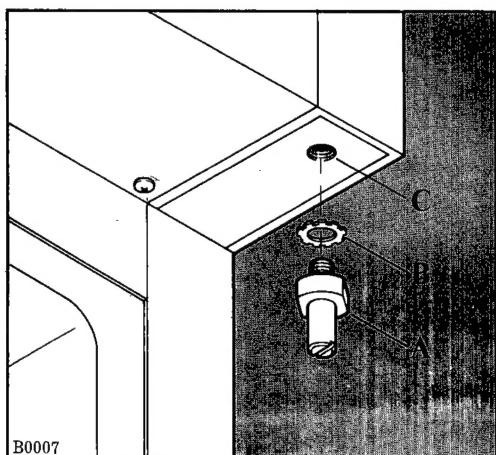

Fig. 7
- Dörren lyfts av den övre tappen (A-fig. 7 ).
- Den övre tappen och distansbrickan (A+B-fig. 7 ) tages bort från det övre gångjärnet (C) och monteras på motsatta sidan.